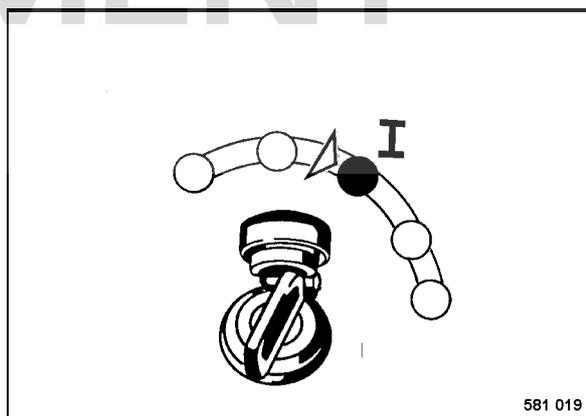

fig. 30
- Tourner la clé de contact (fig. 30) sur position "I".